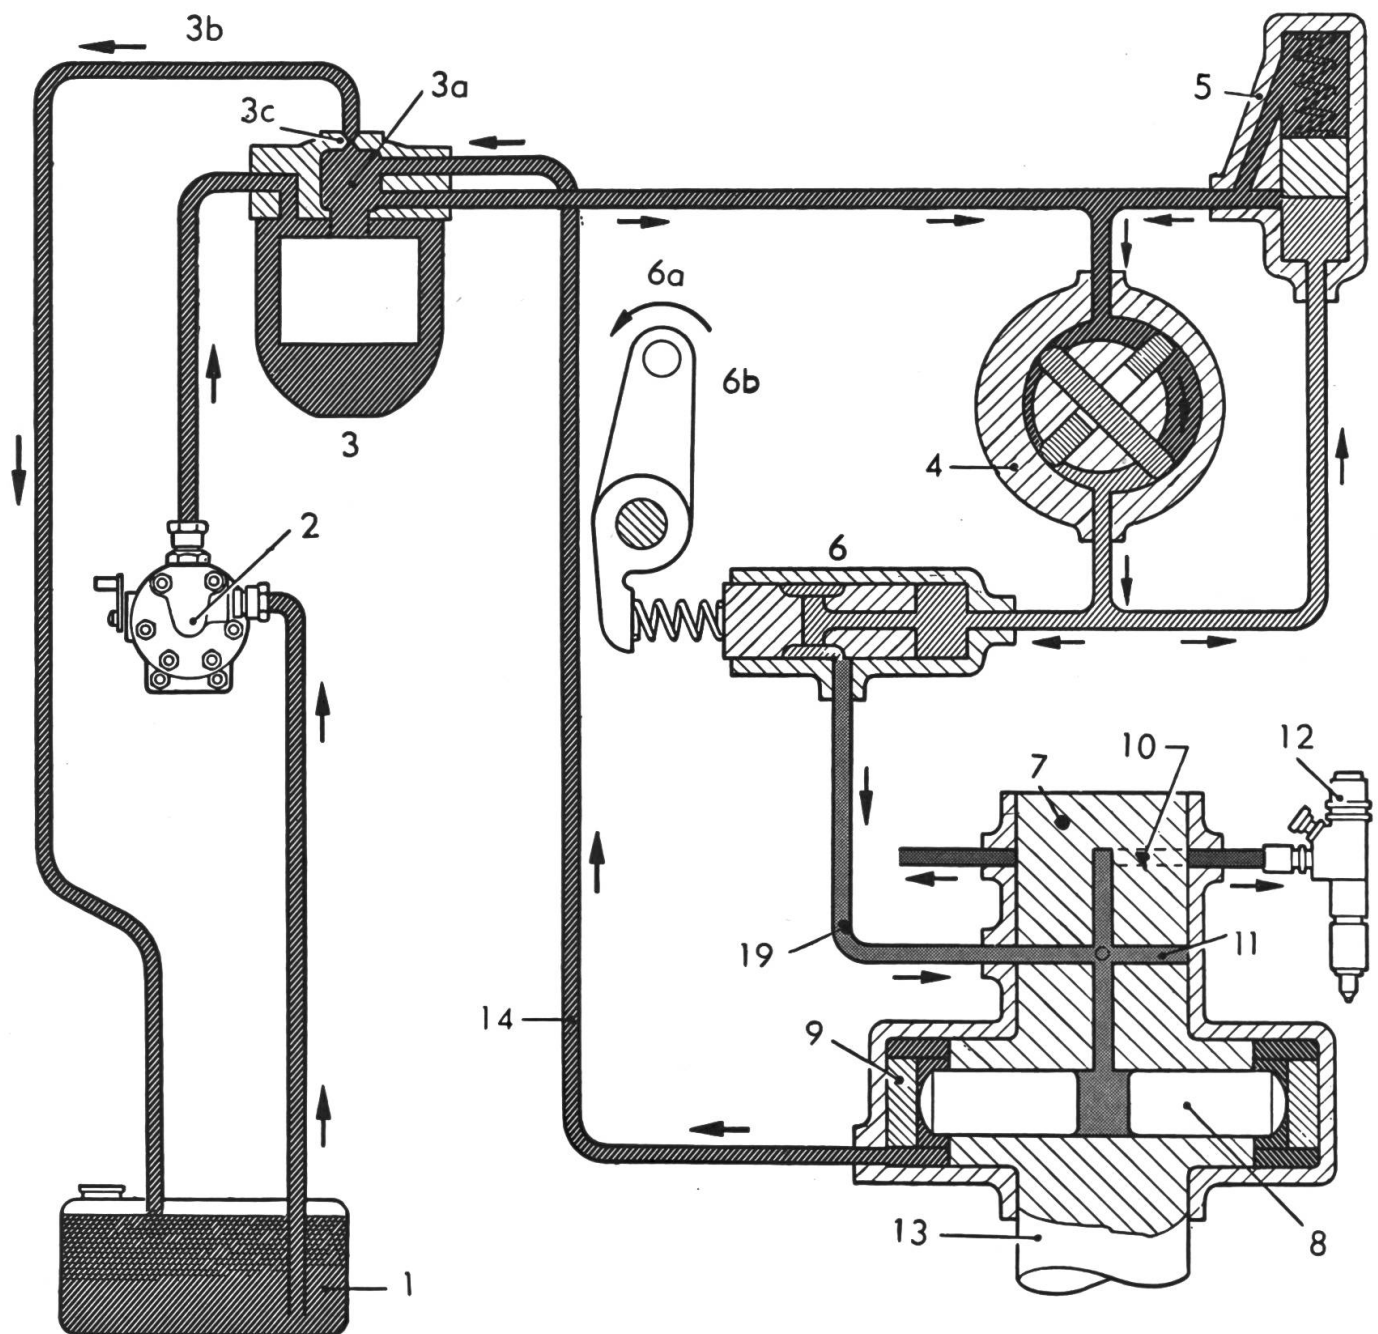

Abb. 2: Wirkungsweise der neuen Einspritzpumpe
Sehen wir uns dazu die Abbildung 2 an. Aus dem Treibstoffbehälter (1) wird der Treibstoff durch eine Förderpumpe (2) zum Hauptfilter (3) gedrückt, von wo er zur Exzenterpumpe (4) und gleichzeitig zum Druckreguliertventil (5) weitergelangt. Die Exzenterpumpe vermittelt dem Treibstoff einen Zwischendruck, der höher liegt als derjenige der Förderpumpe. Ein Ansteigen der Drehzahl des Motors bewirkt gleichzeitig und automatisch eine höhere Drehzahl der Exzenterpumpe und einen Druckanstieg des geförderten Treibstoffes. Ein Druckanstieg in der Zwischenleitung verschiebt den Kolben des Mengenreguliertventils (6) und verschliesst der übermässig hohen Treibstoffzufuhr teilweise den Zulauf zur Rotationseinspritzpumpe, wobei in diesem Fall der Treibstoff zum Druckreguliertventil (5) und zum Filter (3) zurückfliesst. Dadurch wird die Exzenterpumpe entlastet. Der Treibstoff gelangt über eine Bohrung im feststehenden Rotorkörperteil der Exzenterpumpe zum Mengenreguliertventil (6). Der kleine Kolben dieses Ventils ist mit einer